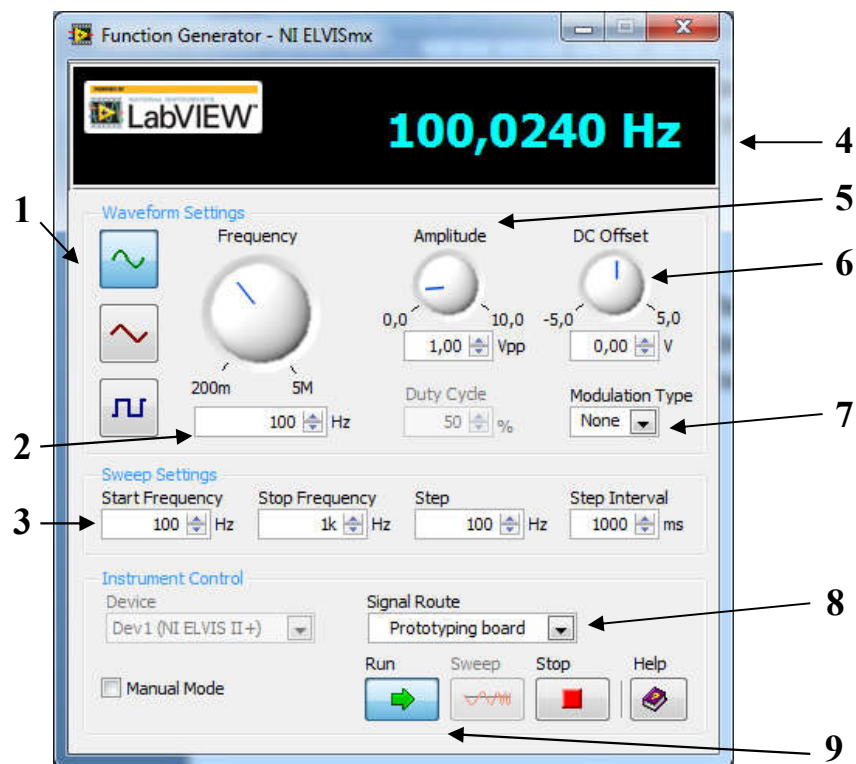

Рисунок 5.2 – Пользовательский интерфейс генератора стенда NIELVISII
5.3 В открывшемся окне будут располагаться основные элементы управления генератором (рисунок 5.2)
- Выбрать необходимую форму сигнала (1, рисунок 5.2);
- Задать требуемую частоту (2);
- Выбрать нужный выход генератора (8);